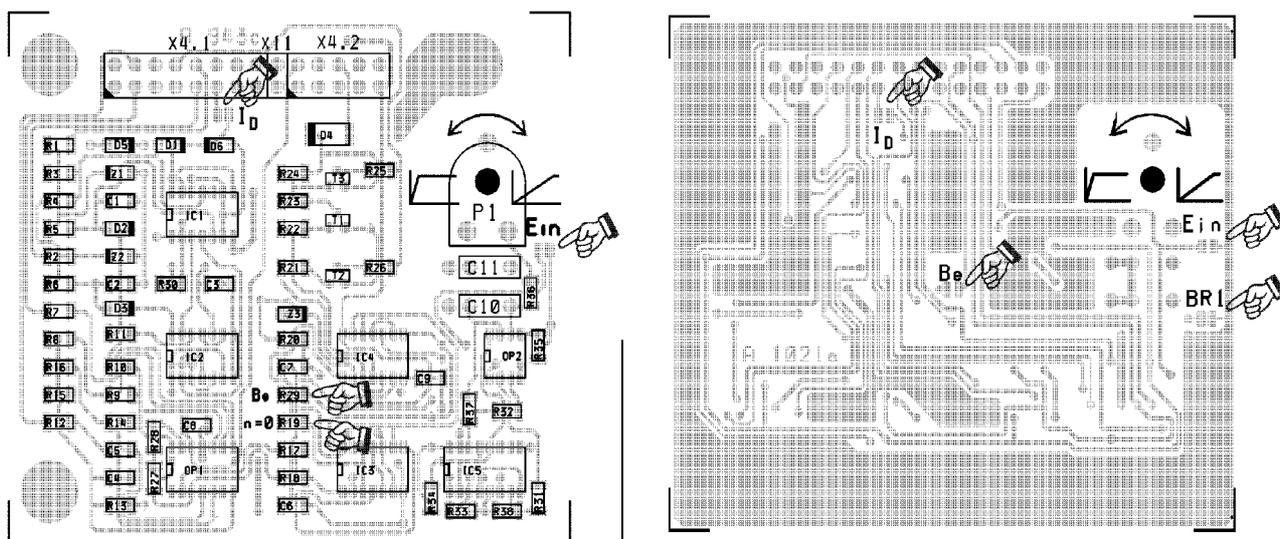

Bild 14: Lötbrücken und 0-Ohm-Widerstand auf den Modulen Z1 und Z2
Umlöten eines 0-Ohm-Widerstandes. Seine beiden Positionen sind dort bezeichnet: Für "Motor steht" n=0, für "Endstufe Bereit" Be. Siehe auch Bild 14.
- verbinden Sie die beiden mit "I_D" beschrifteten Lötflächen auf dem Zusatzmodul, siehe Bild 14.
- dann verbinden Sie auf dem Zusatzmodul Z2 die beiden mit "Br1" bezeichneten Lötflächen miteinander, siehe Bild 14. Diese Funktion ist vorläufig nur bei Modul Z2 möglich.
- durch Überbrücken der beiden mit EIN bezeichneten Lötflächen auf dem Zusatzmodul, siehe Bild 14.